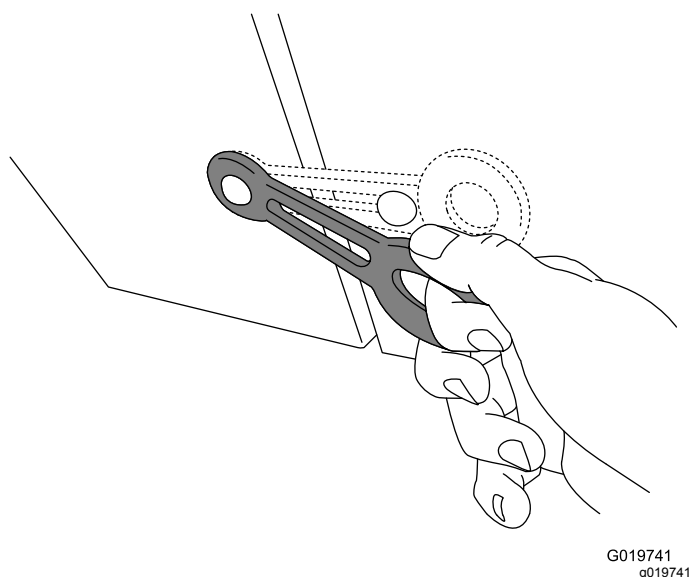

Figura 19
4. Cierre la cubierta del motor y los cierres de la cubierta (Figura 19).